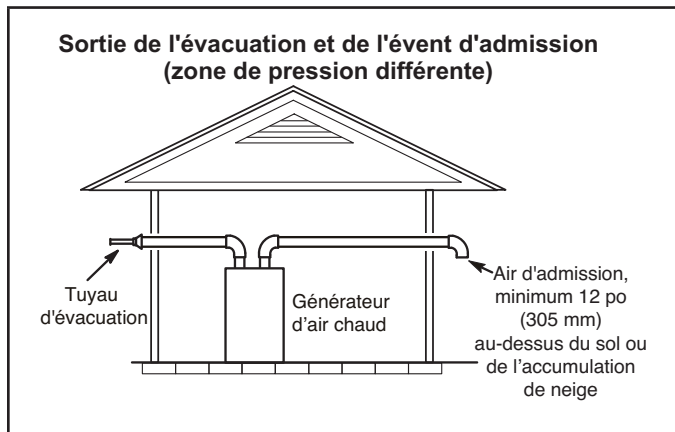
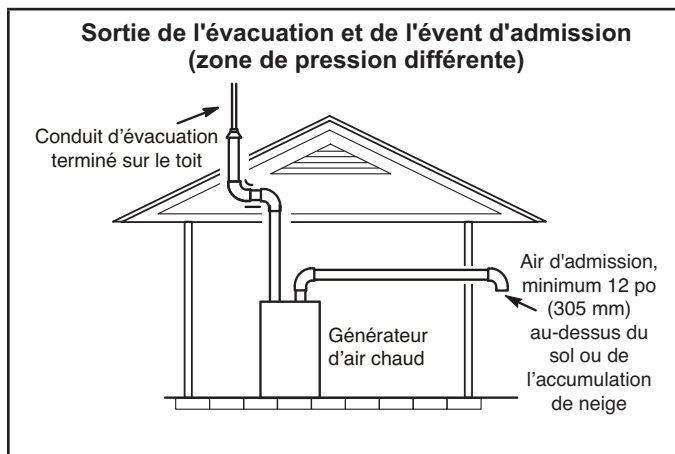

FIGURE 37
FIGURE 38
- 1 - Il n'est pas nécessaire que les terminaisons d'évacuation se trouvent dans la même zone de pression. L'admission peut sortir d'un côté de la structure et l'évacuation d'un autre côté (FIGURE 37). L'évacuation peut sortir par le toit et l'admission par le côté de la structure (FIGURE 38).